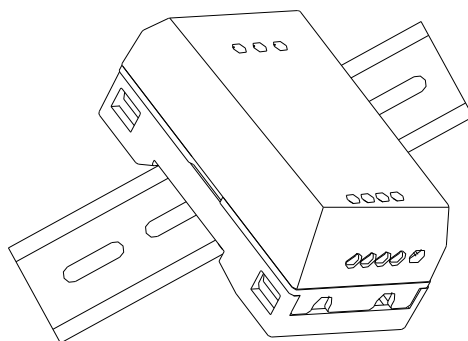

图 2 传感器导轨安装方式
2、探测器采用导轨式安装方式, 采用标准 35mm 导轨安装。如图 2 所示。